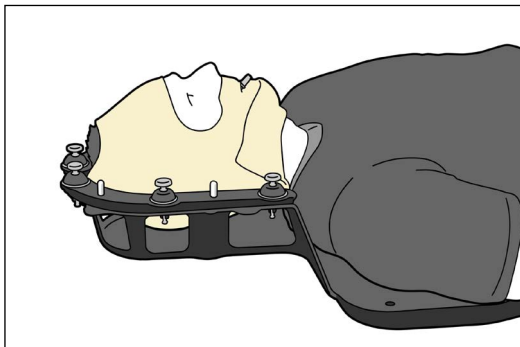

Fig. 22
3. Placera den anteriora masken över patienten och sätt fast den genom att pressa ned alla 6 stiften; ett klickljud ska höras vilket anger att den anteriora masken är fastsatt. (Fig. 22)